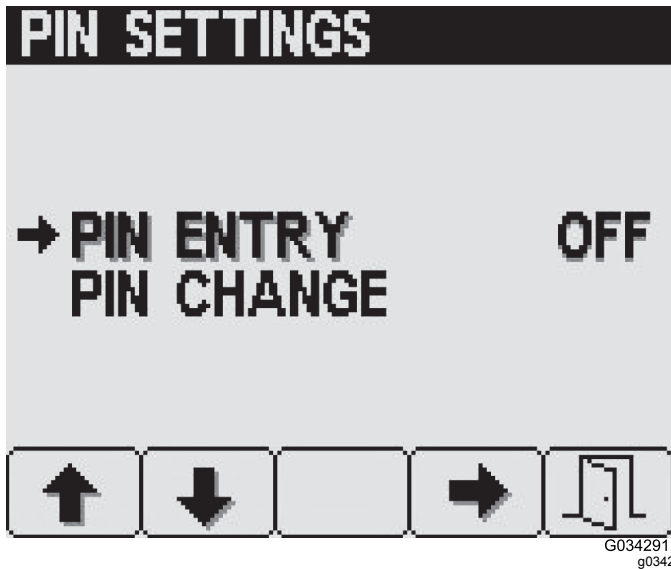

Figure 31
- Depuis l'écran de Réglages PIN, appuyez sur la touche 4 pour sélectionner Saisie PIN et pour ACTIVER OU DÉSACTIVER l'option PIN (Figure 31).